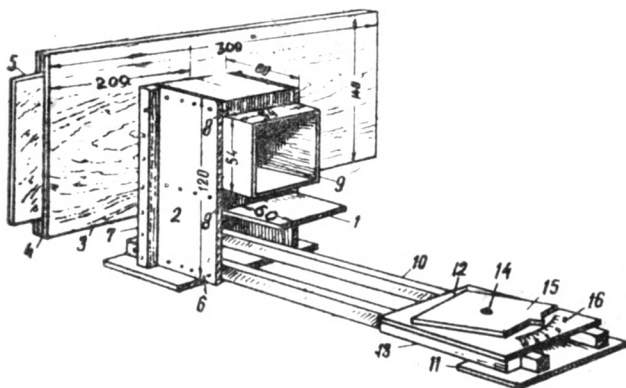

Рис. 29. Устройство корпуса, панели и столика.
Настройку прибора лучше начинать с изготовления корпуса (рис. 29). Из фанеры сделайте боковые стенки корпуса (6) строго прямоугольной формы. К задней кромке боковых стенок прибейте бруски (7) сечением 20×20 мм для крепления панели (3).
Опору прибора — его основание (10) сделайте из двух брусков сечением 20×20 мм (рис. 29). Бруски прибейте к нижним краям боковых стенок корпуса (6), а выступающие вперед концы соедините снизу фанерной накладкой (11) размером 100×50 мм. Прибивать бруски к боковым стенкам корпуса надо, положив прибиваемый брусок на какую-нибудь опору, например край стола.
Панель (3) служит для направления движения кассеты. Она вырезается из фанеры по размерам рис. 29. В ней выпилите отверстие размером 42×47 мм, на расстоянии 200 мм от края. Центр отверстия должен совпадать с центром отверстия корпуса.